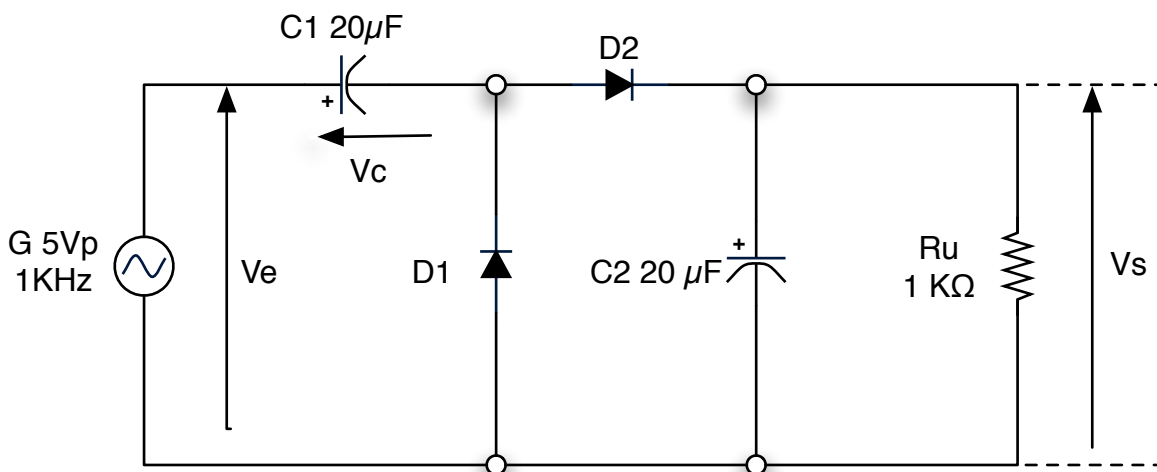

Fig. 27
- 1- Circuit de la figure 27 réalisé.